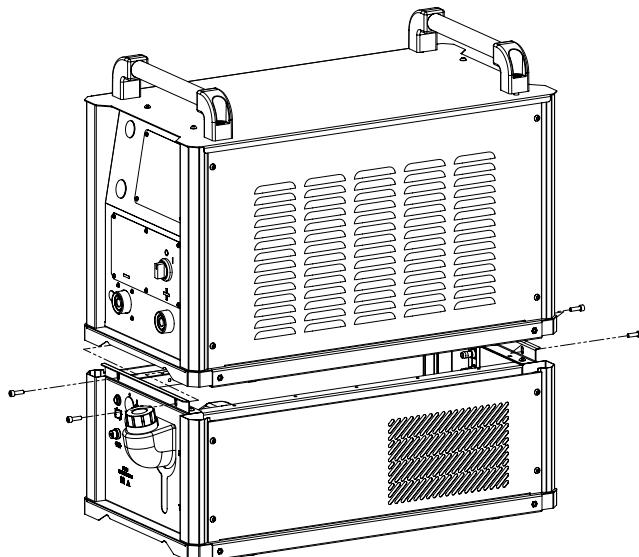

Рис. 5 – Монтаж сварочного аппарата на БЖО.
- 2 Установить сварочный аппарат на БЖО и зафиксировать болтами (Рис. 5). Крепление сварочного аппарата на БЖО и БЖО на транспортной тележке аналогичны.